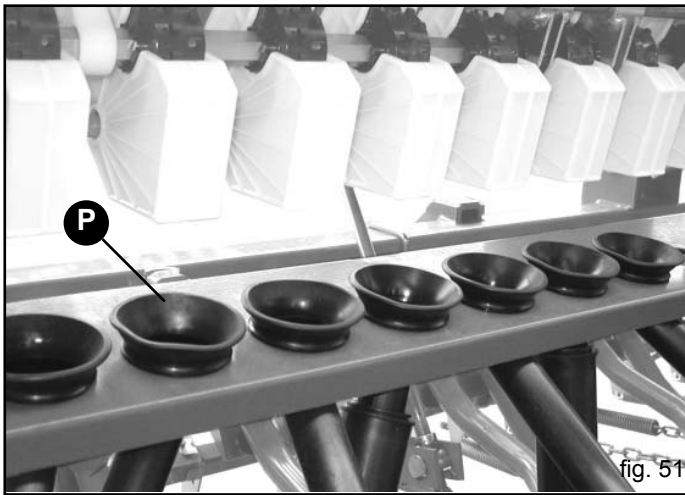

fig. 51
- 1) Das Gestell absenken (P, Abb. 51).